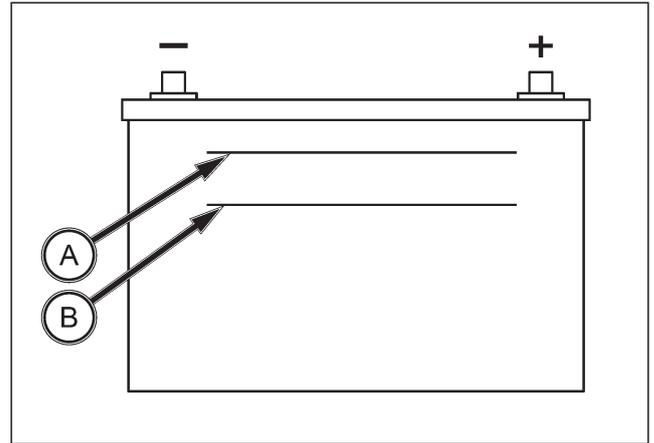

FIG. 176
FIG. 176: La batería requiere la inspección del electrolito. Asegúrese de que el nivel de electrolito está entre el límite superior (A) y el límite inferior (B). Cuando el nivel esté por debajo del límite inferior, suba el nivel con agua destilada.